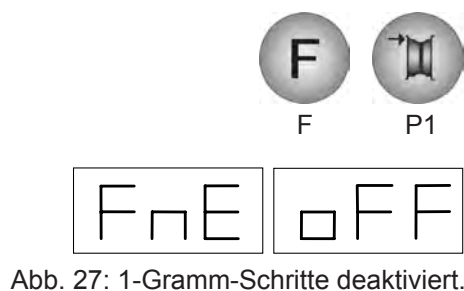

Abb. 27: 1-Gramm-Schritte deaktiviert.
- Die Maschine zeigt die Meldung von Abb. 27 kurz an, die **LED neben der Taste erlischt**. Die Unwuchtwerte werden jetzt mit niedriger Genauigkeit (5-Gramm-Schritte) angezeigt.